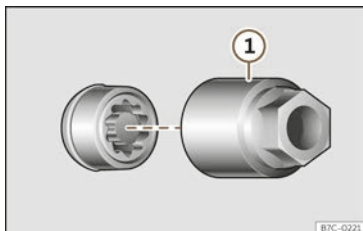

Abb. 246 Diebstahlhemmende Radschraube mit Abdeckkappe und Adapter.
- Setzen Sie den Spezialadapter >>> **(Abb. 246) ①** (Bordwerkzeug >>> S. 358) bis zum Anschlag in die diebstahlhemmende Radschraube ein.